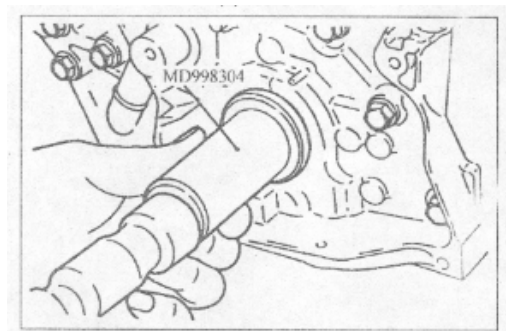

图 3-38
- b. 如图 3-38 将发动机油涂在密封唇上，然后用手将油封沿导套推入直至它碰到前油封壳。用专用工具轻敲油封使其就位。